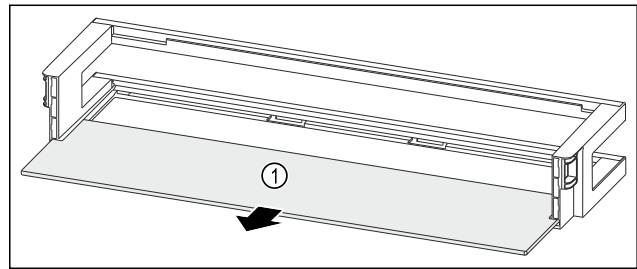

Fig. 83 Türabsteller mit Abstellfläche
- Abstellfläche Fig. 83 (1) entnehmen.